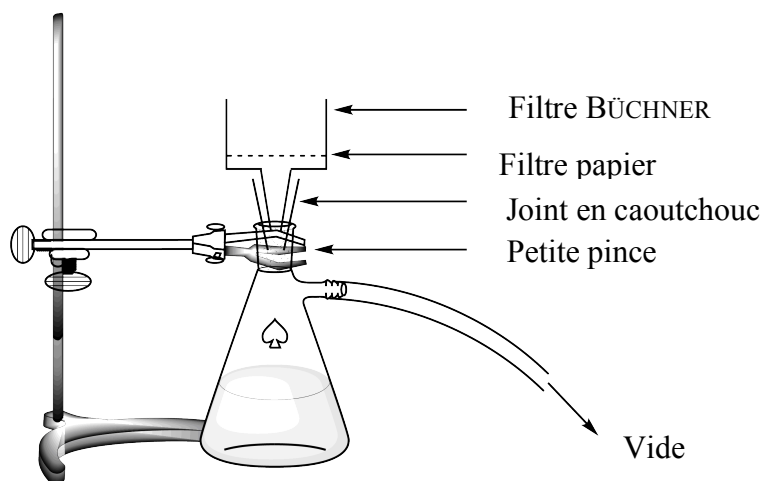

Figure 2. Montage de filtration sous vide
7. À l'aide d'un filtre BÜCHNER, d'un papier filtre et d'une fiole à vide fixée à la potence par une petite pince, **réaliser** le montage de filtration sous vide. (voir figure 2). **Lever** votre carte « HELP ». Un assistant de laboratoire viendra et vous montrera comment adapter la fiole à vide au système d'aspiration.